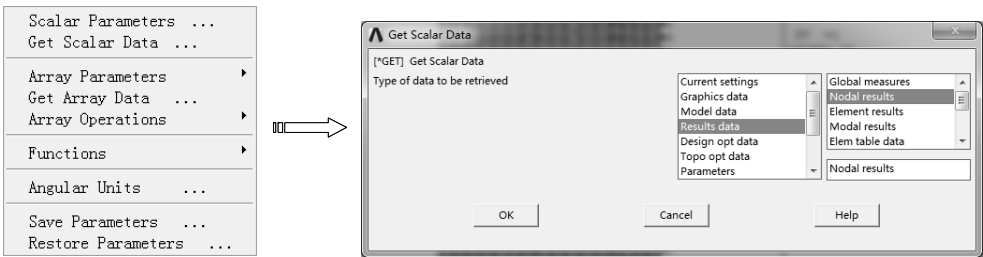

图 8-42 “Get Scalar Data” 对话框
3) 选择 “Utility Menu>Parameters>Get Scalar Data” 命令，弹出 “Get Scalar Data” 对话框，在左侧列表中选择 “Results data”，在右侧列表中选择 “Nodal results”，如图 8-42 所示。